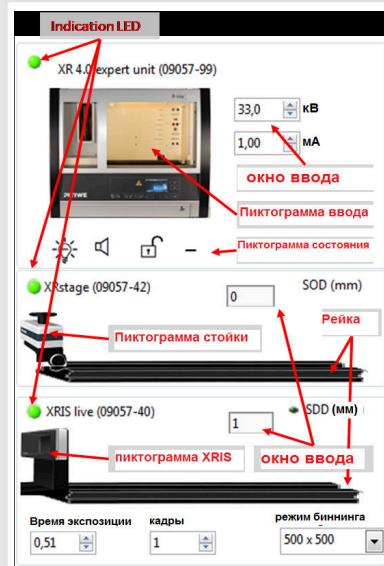

Рис. 3: Часть интерфейса программного обеспечения
- Запустите программу measureCT. На экране отобразится виртуальная рентгеновская установка, поворотный столик и детектор. Зеленый светодиодный индикатор слева от каждого компонента указывает на то, что его присутствие было обнаружено (рис.3).
- Вы можете изменить высокое напряжение и ток рентгеновской трубы в соответствующих окнах ввода или вручную на установке (рис. 3).
- При нажатии на пиктограмму установки можно получить дополнительную информацию о ней (рис. 3)
- Пиктограмма состояния указывает на состояние устройства и может также использоваться для управления устройством, например включения и выключения света или рентгеновских лучей (рис. 3).
- Положение цифрового детектора можно отрегулировать в соответствии с его реальным положением, перемещая пиктограмму XRIS или вводя правильное значение в окно ввода. (Рис. 3).